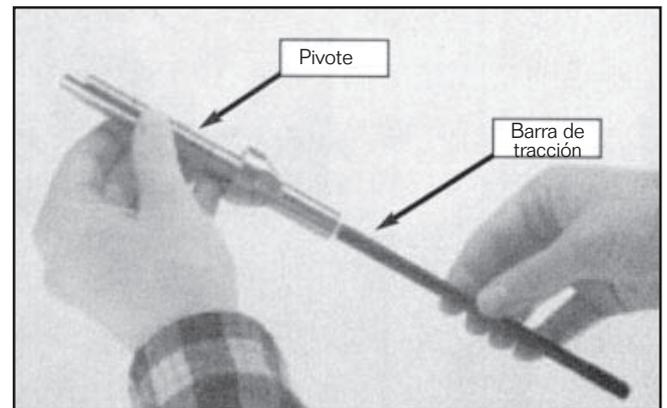

Figura 7. Instalación correcta de la barra de tracción
2. Enrosque aproximadamente 10 o 15 vueltas hasta apretar una punta de la barra de tracción dentro de la parte inferior del pivote, como se muestra en la Figura 7.